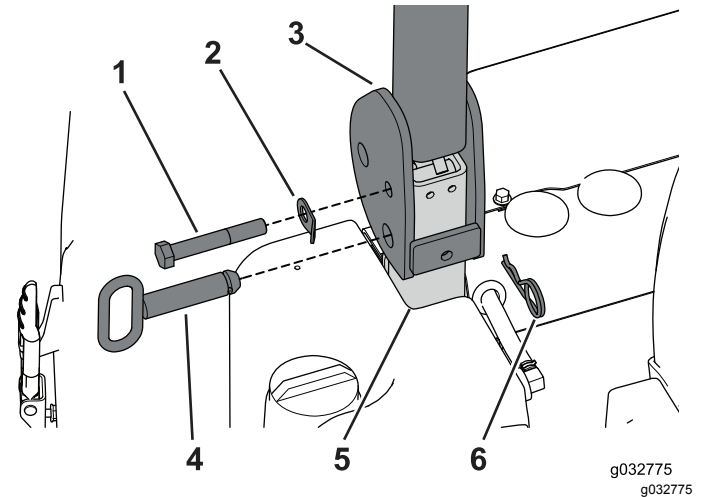

Figura 46
- Retire las chavetas y los pasadores de bloqueo del giro de la barra antivuelco y aparte las chavetas (Figura 46).